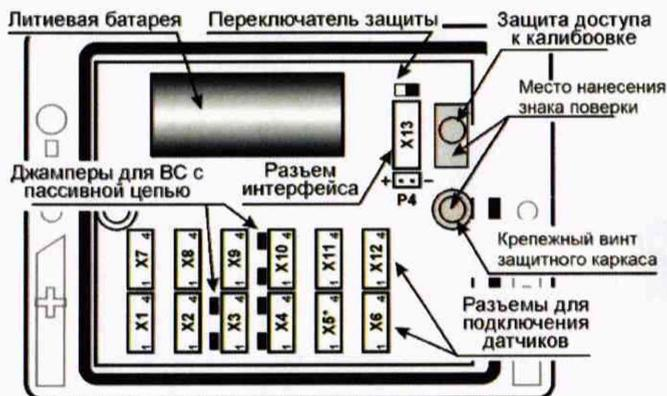

Рис.5.3 Размещение разъемов на модуле и мест нанесения знака поверки
В противном случае (если установлен адаптер RS485 или Ethernet) следует подключить к разъему X13 (рисунок 5.3) адаптер RS232, взяв его состава поставки «Комплекта соединителей ВКТ-7».
Знак поверки наносится на наклейку, защищающую доступ к кнопке «калибровка» на электронном модуле (плате) прибора и крепежный винт защитного каркаса электронного модуля внутри корпуса прибора (рисунок 5.3).
- установите в левое положение переключатель защиты (рисунок 5.3), при этом слева в нижней строке табло должен отсутствовать символ «Д»;